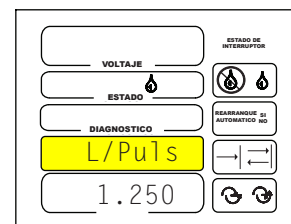

Figura 49-2
La constante caudalímetro galones/impulso (o litros/impulso) se usa para ajustar el valor de galones o litros por impulso. El intervalo posible es de 000,001 - 100,000 gal/impulso (0,004 - 378,558 l/impulso). El valor predeterminado es desactivado. Vea la Figura 49-2.
1. litros/impulso debe estar destellando. Vea la Figura 49-2.